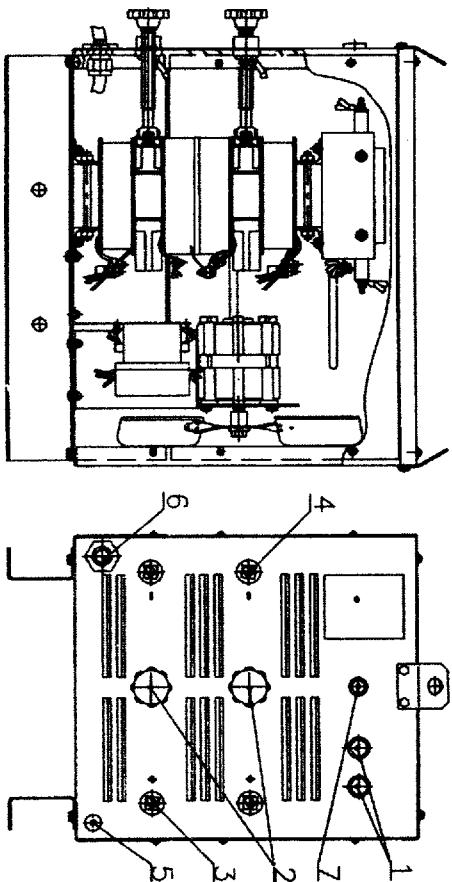

Рис.1 Общий вид выпрямителя ВДМ 2х313 УЗ
- 3.1 Внешний вид выпрямителя приведен на рис. 1. Общий вид выпрямителя. На передней стенке выпрямителя расположены кнопки «Пуск» и «Старт» (поз.1), выходные зажимы «ГЛЮС» (поз.3) и «МИНУС» (поз.4). На передней стенке находятся ручки перемещения магнитного шунта (поз.2), бобышка заземления (поз.5) и выход сетевого кабеля (поз.6). Поз.7 арматура сигнальная. Охлаждение выпрямителя воздушное, принудительное, направление потока охлаждающего воздуха - от передней стенки к задней.